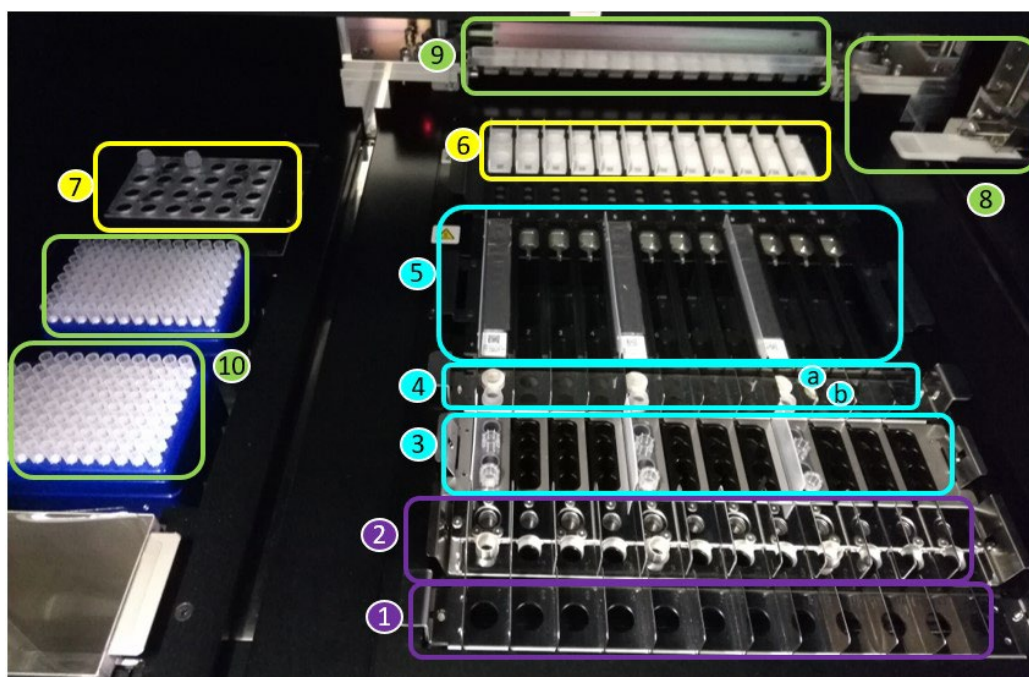

Figura 1: El área de carga del ELITe InGenius
En la figura 1 se muestra una visión general del instrumento **ELITe InGenius**.
En la figura 1 se muestra lo siguiente: posición del rack para probetas primarias (1), posición del rack para «Extraction Tubes» (tubos de extracción) (2), posición del rack de puntas (3), posición del rack para «Elution Tubes» (tubos de elución): probeta de DNase I + adaptador de probeta (a) y «Elution Tube» (tubo de elución) (b) (4), posición del rack para cartuchos de extracción (5) y posición del rack para cartuchos de PCR (6), posición del bloque de reactivos de PCR y del Internal Control (administrador de inventarios) (7), posiciones del dispensador de muestras y reactivos (8, 9), y de la caja de desechos (parte inferior izquierda) y de las puntas (10).
- Para confirmar que se colocan suficientes reactivos para el número de pruebas seleccionado en la posición de administrador de inventarios 7 (consulte la figura 1 de la página 12), tal como se indica en la pantalla, haga clic en «Next» (Siguiente).
- Coloque suficientes racks de puntas en la posición 10 (consulte la figura 1 de la página 12).
9. En la posición 6, coloque los «PCR Cassettes» indicados (consulte la figura 1 de la página 12).
11. En la posición 5, coloque los cartuchos de extracción indicados (consulte la figura 1 de la página 12). Realizar una inspección visual de los cartuchos de extracción para verificar si las microesferas se resuspenden de forma correcta; si no se resuspenden de inmediato, agitarlos enérgicamente o introducirlos en un vórtex durante unos instantes (ver la sección «Solución de problemas»).
13. En la posición 4, coloque el producto DNase I en el adaptador de probetas de DNase I (consulte la figura 1 de la página 12).
15. En la posición 4, coloque la cantidad de probetas de extracción indicada (consulte la figura 1 de la página 12).
17. En la posición 3, coloque la cantidad de cartuchos de puntas indicada (consulte la figura 1 de la página 12).
19. En la posición 2, coloque la cantidad de probetas de extracción indicada (consulte la figura 1 de la página 12).